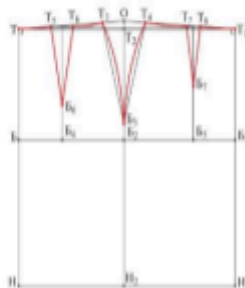

Рис. 6.39. Окончательное построение чертежа прямой юбки
10. Окончательная линия талии оформляется волнутой линией после закрытия вытачек так, чтобы в точках Т и Т₁ получился прямой угол (рис. 6.39).